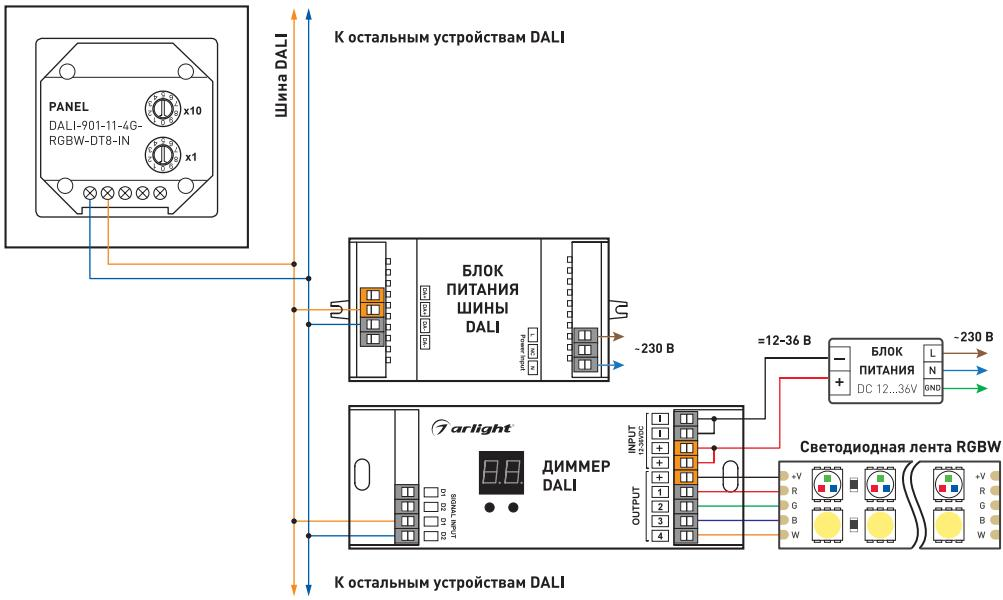

Рис.1. Пример подключения панели управления
- 3.2. Подключите провода от шины DALI к клеммам DA+ и DA- сенсорной панели [Рис. 1].